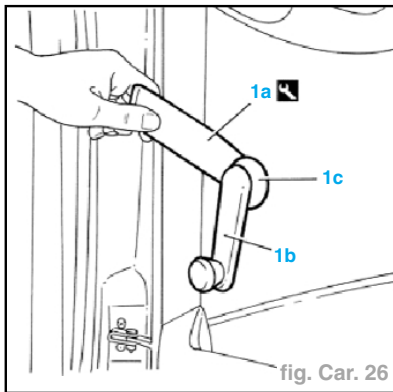

fig. Car. 26
- A l'aide de l'outil (réf. **1.878.034.000**) approprié (1a) extraire la poignée (1b) et la bague (1c) (fig. Car. 26).